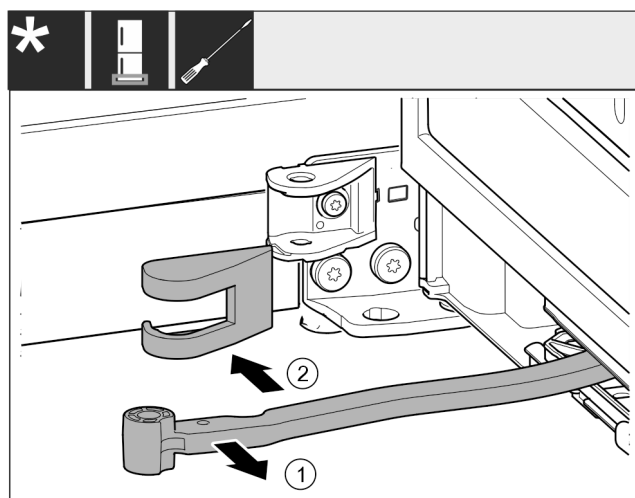

Fig. 20
- Ruotare il giunto Fig. 20 (1) in direzione della porta.
- Rimuovere la copertura del blocco di supporto Fig. 20 (2).